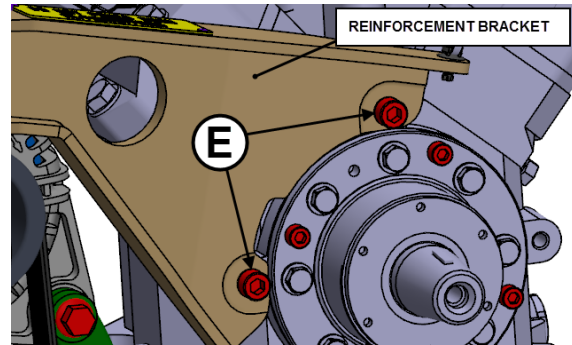

FIGURE 10
13. Dévisser et enlever les deux vis **E** (FIGURE 10).